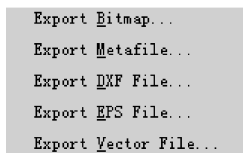

图 4.11 Proteus 导出支持的图片格式
- Export Graphics: 将导出的文件保存为图片, 提供了如图 4.11 所示的 5 种格式, 包括 BMP、EMF、DXF、EPS 和 HGL 文件。